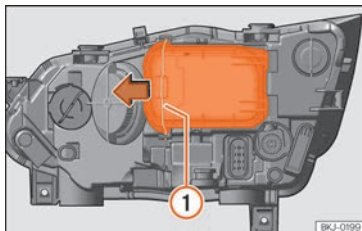

**Fig. 102** Nel vano motore: estrarre il coperchio.
- Far scorrere il tirante » **fig. 102** ① nel senso della freccia e sfilare la chiusura.